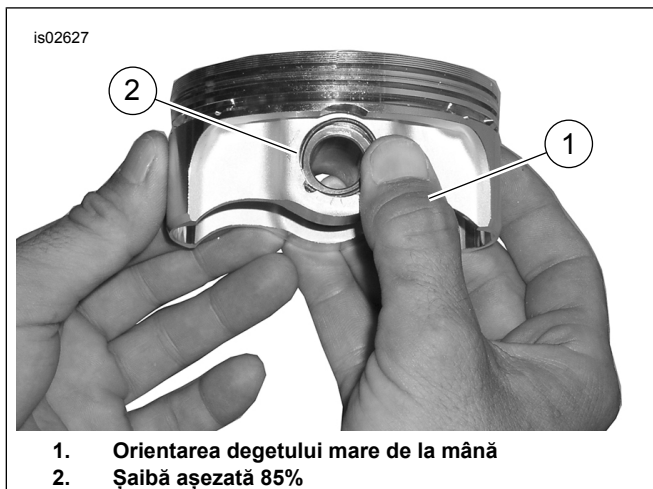

Figura 4. Montare șaiță
2. Consultați Figura 4 . Poziționați degetul mare (1) așa cum se arată și apăsați ferm până când aproximativ 85% din șaița elastică (2) este așezată în canelură.